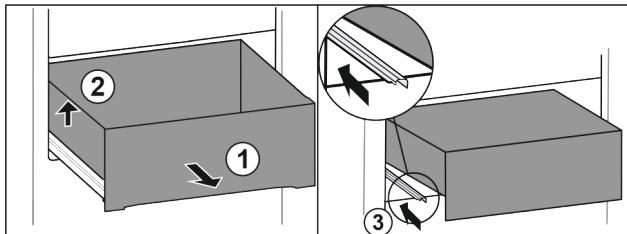

Fig. 15
- Вытяните выдвижной ящик до упора. Fig. 15 (1)
- Приподнимите выдвижной ящик слева. Fig. 15 (2)
- Вставьте левую направляющую. Fig. 15 (3)